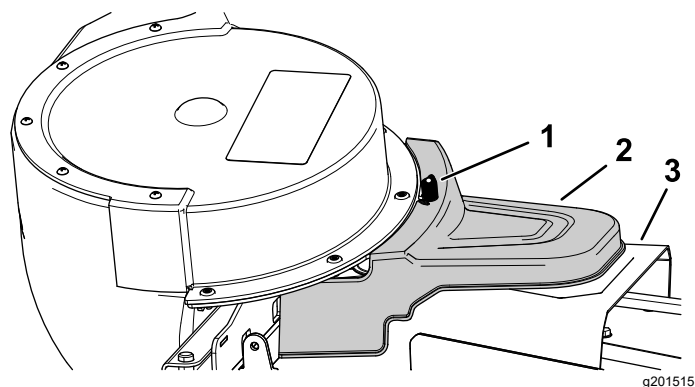

Bild 28
5. Befestigen Sie die angetriebene Abdeckung des Heckfangsystems über der Riemenabdeckung und befestigen sie durch Anziehen des Handrads (Bild 28).